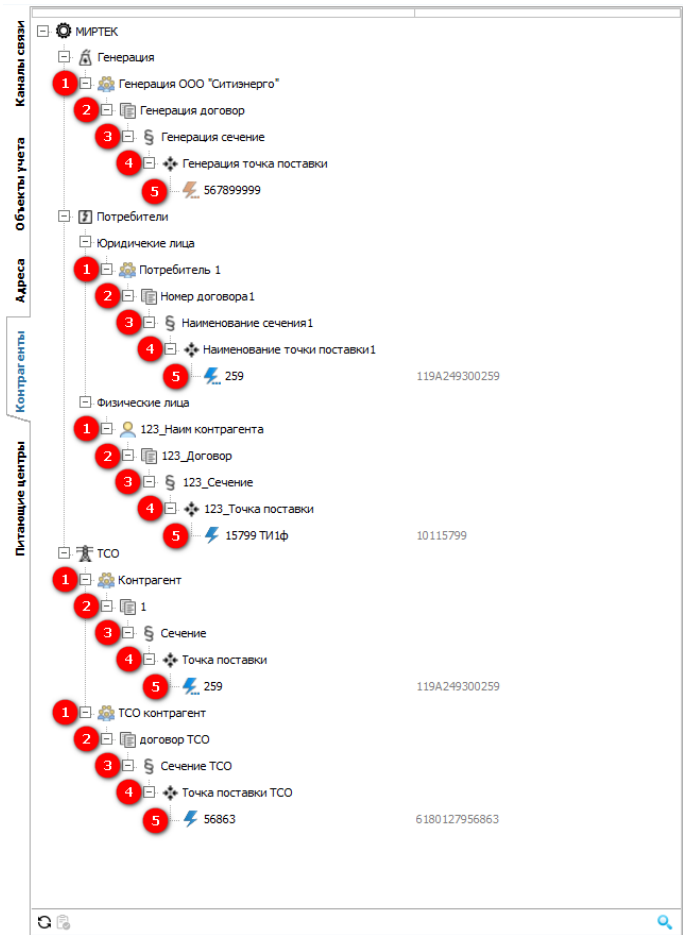

Рисунок 357 – Структура дерева Контрагенты
Каждый компонент дерева **Контрагенты** представляет собой структуру, состоящую из следующих групп: «Наименование контрагента» (1) (см. рисунок 357), «Номер договора» (2), «Наименование сечения» (3), «Наименование точки поставки» (4), «Устройство» (5).